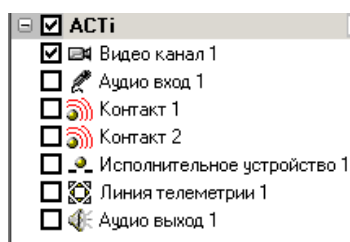

Рис. 3.2—6 Список объектов, поддерживаемых IP-устройством
- 7.1. Раскрыть список объектов, поддерживаемых IP-устройством, нажав кнопку  (Рис. 3.2—6).